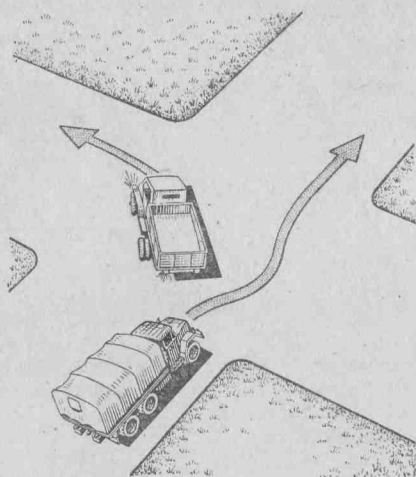

Рис. 18. Разрешается обгонять справа безрельсовое транспортное средство, водитель которого подал сигнал поворота налево и приступил к его выполнению
- справа, как указано на рис. 18.